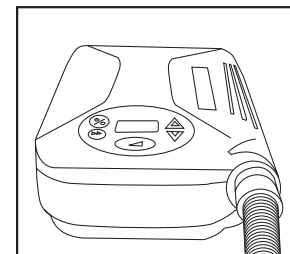

Figure 6
- Connecter le tuyau de 183 cm de longueur et 22 mm de diamètre à l'orifice de sortie à l'avant de l'appareil, (**Figure 6**). Il s'agit de l'orifice par lequel est fourni l'air d'alimentation de l'appareil CPAP.